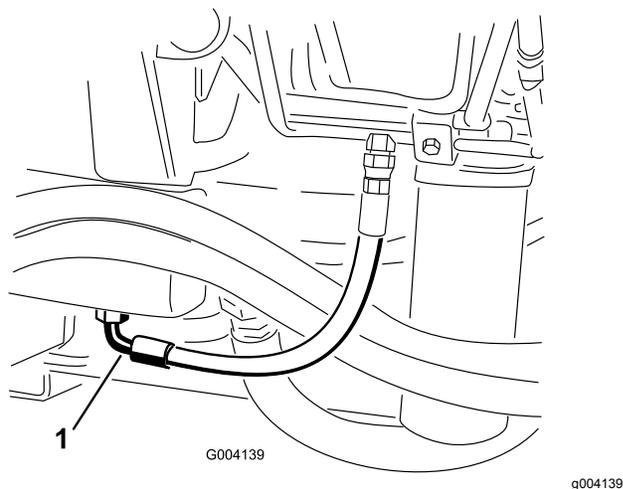

Рисунок 88
2. Установите большой сливной поддон под штуцер, расположенный в нижней части бака с гидравлической жидкостью (Рисунок 88).